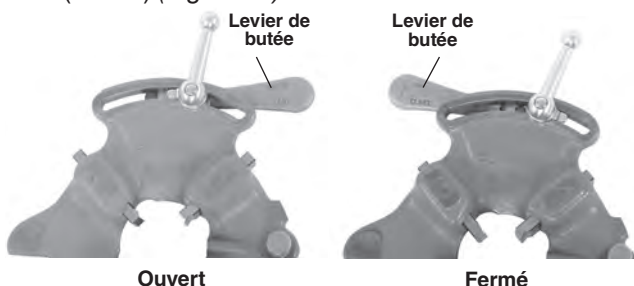

Figure 10 – Levier en positions « Ouvert » et « Fermé »
2. Amenez le levier de butée jusqu'à la position OPEN (ouvert) (Figure 10).